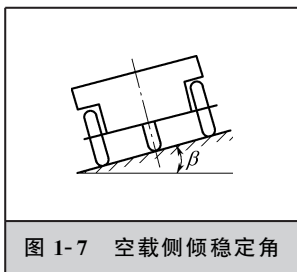

图 1-7 空载侧倾稳定角
(4) 空载侧倾稳定角 β (图 1-7) 指三轮农用车空载状态在横向坡道上行驶时，不发生侧翻的极限角。